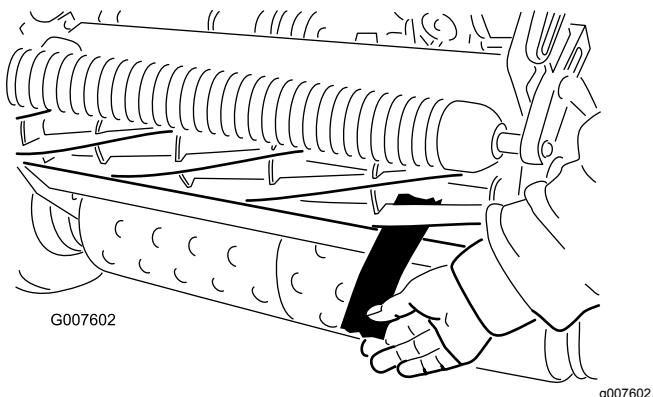

Figura 48
- Testate le performance di taglio inserendo una lunga striscia di carta per le performance di taglio tra il cilindro e la controlama, perpendicolarmente alla controlama (Figura 48). Lentamente ruotate il cilindro in avanti; dovrebbe tagliare la carta.